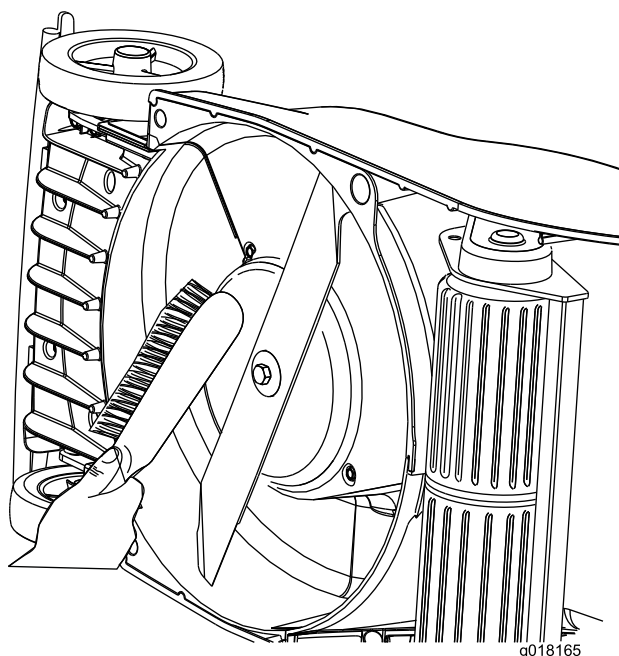

Figura 28
- Immediatamente dopo l'utilizzo, eliminate i frammenti di erba dalla parte superiore e inferiore del piatto (Figura 28).